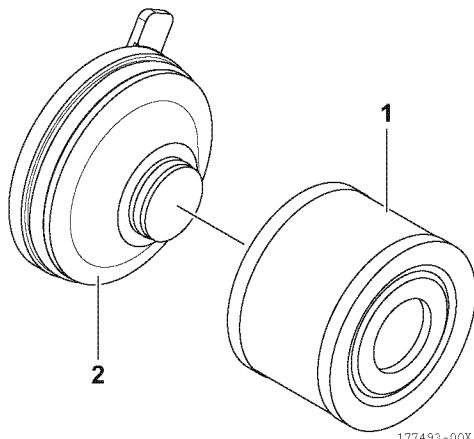

Figure 13
4. Retirez la cartouche filtrante (1, **Figure 13**) du couvercle (2, **Figure 13**).